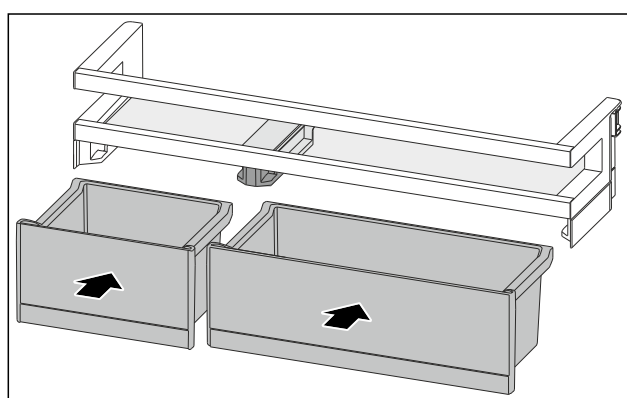

Fig. 88
- VarioBoxy vložte v opačném pořadí. (viz Fig. 88)